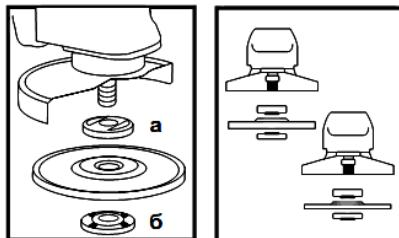

Рисунок 2
4.4 Встановіть на виріб шліфувальний або відрізний круг. Для цього натисніть на кнопку фіксації шпинделя (1) і поверніть шпиндель до такого положення, при якому він зафіксується. За допомогою вилочного ключа з комплекту виробу відверніть і зніміть затискну гайку (6) (дивіться рисунок 2). Встановіть шліфувальний диск на посадкове місце фланцевої шайби (a) (рисунок 2), наживіть рукою затискну гайку на шпиндель і затягніть її ключем з комплекту виробу.